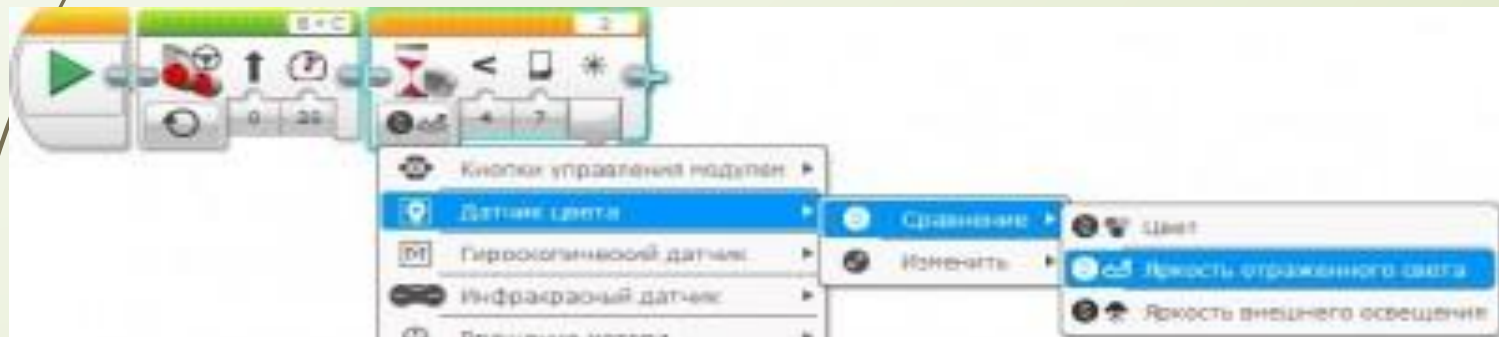

Рис. 13
- Проведенный эксперимент показал нам, что при пересечении черной линии, значение датчика цвета в режиме **"Яркость отраженного света"** равняется **6**. Значит, для выполнения **Задачи №3** наш робот должен двигаться прямолинейно, пока искомое значение датчика цвета не станет меньше **7**. Воспользуемся уже знакомым нам программным блоком **"Ожидание"** Оранжевой палитры. Выберем требуемый условию задачи режим работы программного блока **"Ожидание"** (Рис. 13).